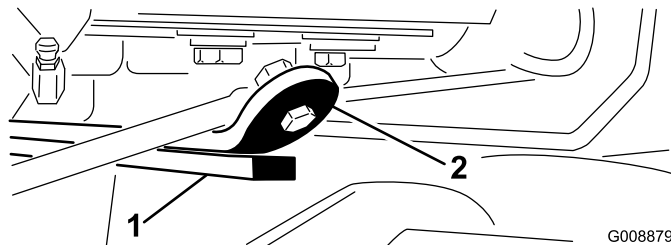

Figura 14
- Arranque el motor, eleve las unidades de corte y compruebe que la holgura entre la pletina que está encima de la barra de desgaste de la unidad de corte trasera y la pletina de amortiguación es de 0,51 a 2,54 mm (Figura 14).